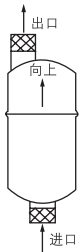

图1-1：1000系列
- 6) 为了确保阀门的正常运行，阀体应竖直安装在与视线垂直的位置。了解安装的正确方向及用扳手进行固定的正确位置，请参考图1-1、1-2及1-3。